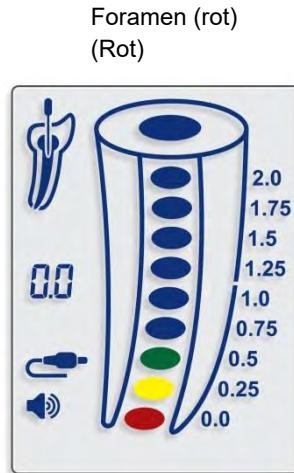

Abb. 10
- 7.4.12. Bei Erreichen des apikalen Foramens (0.0) wird ein rotes Farbsegment im Wurzelkanalbild angezeigt (Abb. 10) und es ertönt ein durchgehender Signaltion.